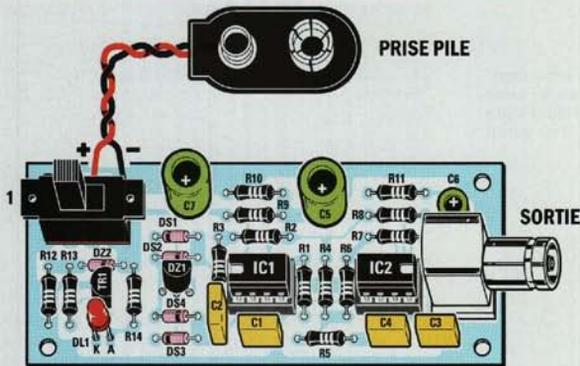

Figure 32 : Schéma d'implantation des composants du circuit du calibre EN1691.
l'oscilloscope et pour cela vous devez vous procurer le **circuit de calibration EN1691** publié dans le numéro 105 d'ELM (voir figure 12, reprise ci-dessous figure 32).
- prenez le petit **circuit de calibration EN1691** de la figure 32. Ce circuit engendre une onde sinusoïdale